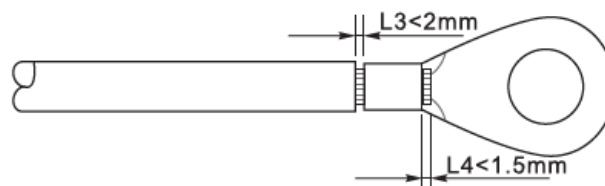

**Figura 19 - Preparazione del cavo di terra (1)**
- 2) Inserire i fili esposti nel terminale OT e crimparli usando uno strumento per la crimpatura, come mostrato nella Figura 19.